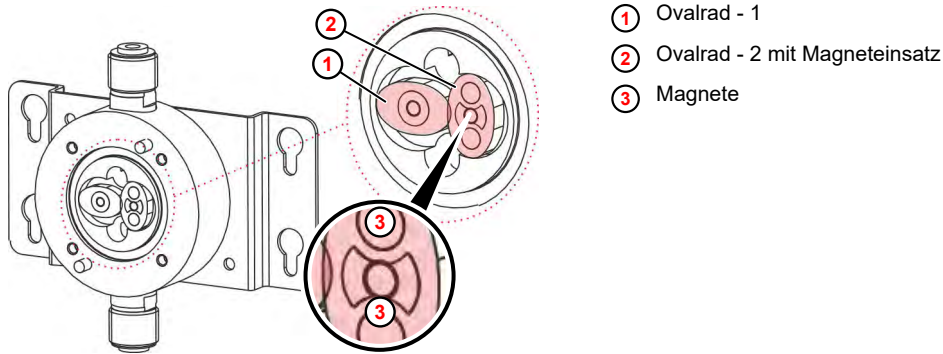

Abb. 20: Ovalradzähler
Die Ovalräder müssen so eingesetzt werden, dass sie genau 90° zueinander versetzt sind ( Abb. 20 , Pos. ① + ② ) .